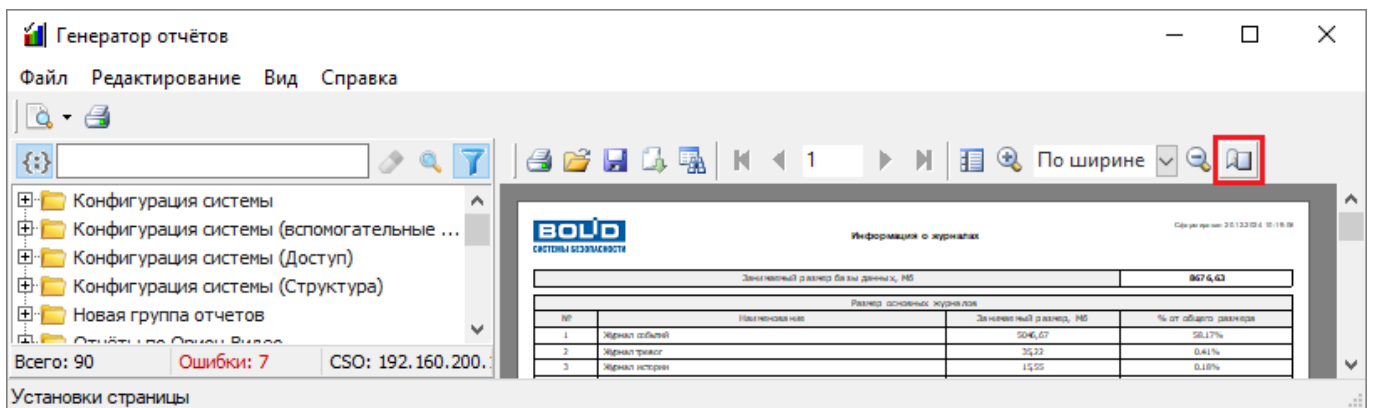

Рисунок 11-342 Вызов окна "Настройки страницы" через панель инструментов предварительного просмотра
- нажмите на панели инструментов предварительного просмотра (см. п. 11.5.4) кнопку «Установки страницы» (см. Рисунок 11-342);